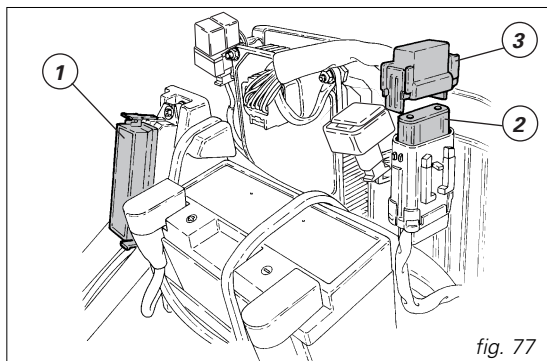

fig. 77
La scatola porta fusibili principale è posizionata sul lato sinistro della batteria (fig. 77).
Il fusibile da 40A (2) posto sul lato destro della batteria (fig. 77) protegge il regolatore elettronico.